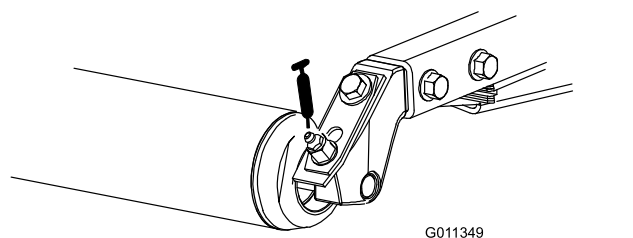

Figura 11
- Cojinetes de los rodillos traseros (2 por unidad de corte) – Figura 11